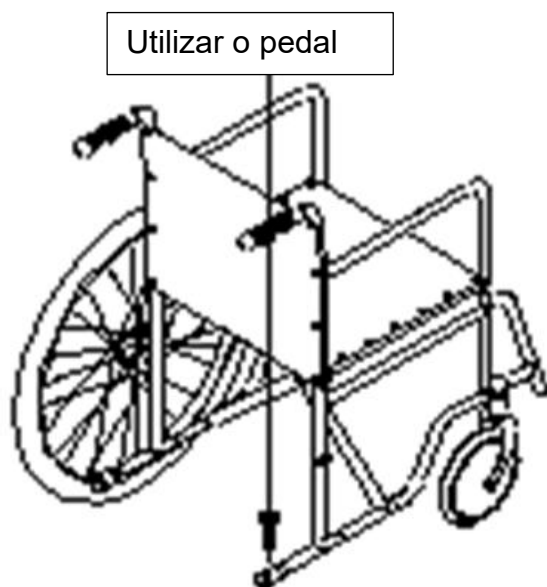

Figura 4
- Há uma barra de inclinação para trás com uma manga de plástico na parte inferior da cadeira de transferência. O acompanhante pisa na barra de inclinação para trás para inclinar a cadeira de transferência para trás, a roda dianteira sobe primeiro os degraus e, em seguida, levanta facilmente a cadeira de transferência com o passageiro para subir as escadas. (Ver figura 4)